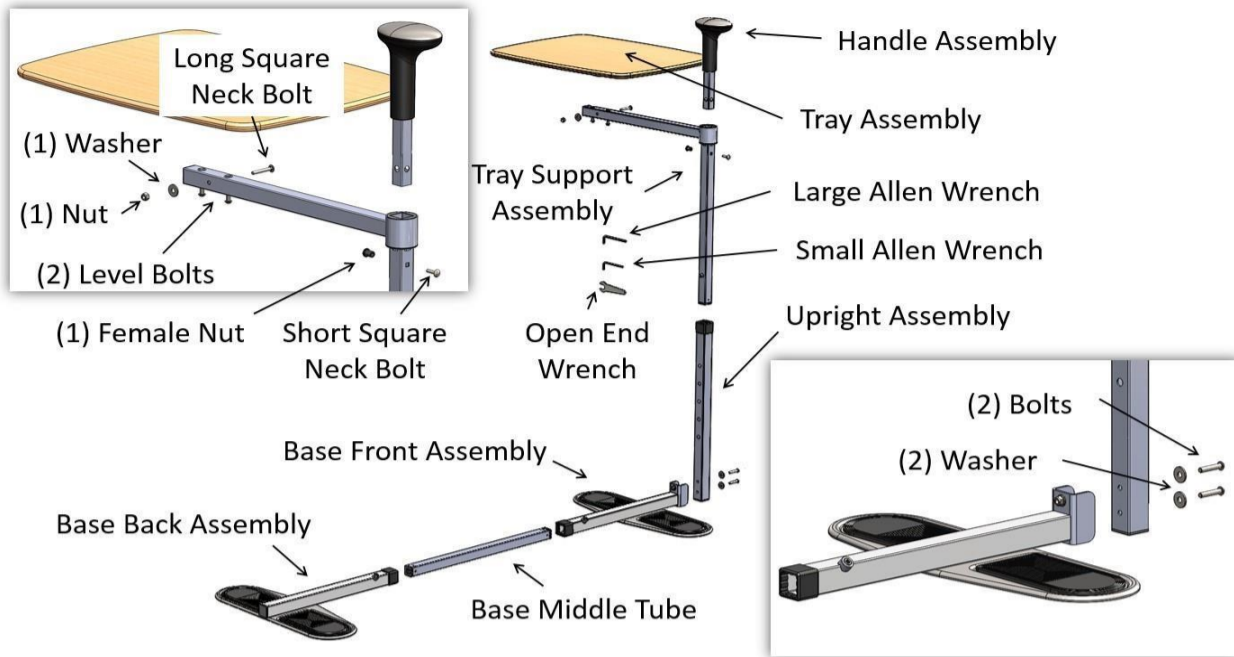

FIGURE 1
1. Retirez tous les composants de la boîte et vérifiez que toutes les pièces sont incluses, comme illustré à la figure 1.